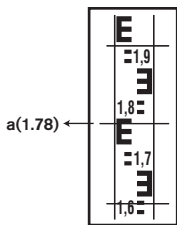

图3
2. 将水准尺以垂直的方式竖立于A点，将仪器聚焦并把十字丝调整到水准尺的中央，记录下十字丝的中线在水准尺所在位置的刻度值a。(图3)